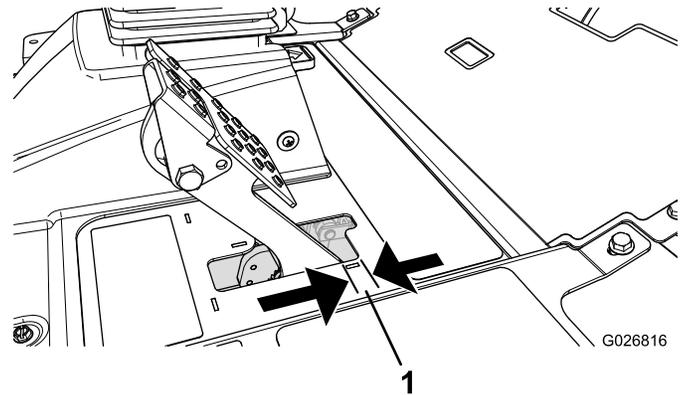

Figura 68
Regolate i freni se il pedale ha un "gioco" superiore a 2,5 cm (Figura 68), o quando è necessaria maggiore forza di tenuta. Per gioco s'intende la distanza che il pedale percorre prima che si avverta la resistenza della frenata.
2. Serrate il dado posteriore per spostare indietro il cavo, finché i pedali del freno non hanno un gioco compreso tra 6.3 e 12.7 mm (Figura 68), prima che la ruota si blocchi.